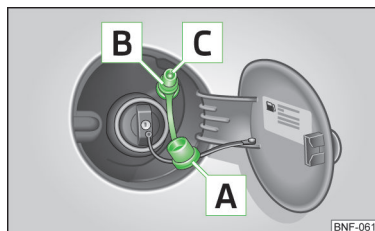

Fig. 93
- Tag kappen **A** » Fig. 93 af gaspåfyldningsstudsens **B**.
- Kontroller, at pakringen **C** » Fig. 93 bliver siddende i gaspåfyldningsstudsens.